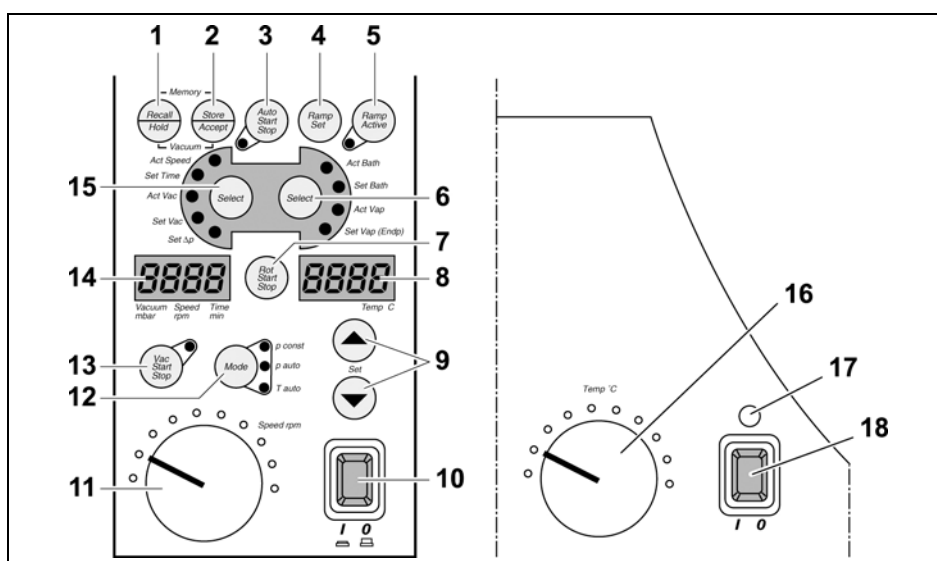

Figure 6-1 : Panneau de commande de l'appareil de base / du bain chauffant
- ✓ L'évaporateur rotatif est prêt à fonctionner et mis sous tension au niveau du commutateur secteur de l'appareil de base (Figure 6-1 (10)).
Pour des températures théoriques supérieures à 100 °C, l'écran (Figure 6-1 (8)) affiche « **OIL** » pendant une seconde.
1. Mettre le bain chauffant sous tension en appuyant sur le commutateur secteur correspondant (Figure 6-1 (18)).
Le commutateur secteur du bain chauffant (Figure 6-1 (18)) s'allume en vert.
2. À l'aide du bouton rotatif du bain chauffant (Figure 6-1 (16)), régler la température d'au moins 20 °C au-dessus de la température théorique.
3. Appuyer sur la touche **Select** (Figure 6-1 (6)) jusqu'à ce que la DEL **Set Bath** s'allume.
4. Régler la valeur théorique à l'aide des touches flèche (Figure 6-1 (9)).
L'écran (Figure 6-1 (8)) affiche la température théorique. Après 5 secondes, l'écran affiche la valeur réelle actuelle et la DEL **Act Bath** s'allume.
Le témoin de contrôle jaune clignotant (Figure 6-1 (17)) situé au-dessus du commutateur secteur (Figure 6-1 (18)) indique que le bain chauffant se trouve en phase de chauffage.
→ Appuyer sur la touche **Select** (Figure 6-1 (6)) jusqu'à ce que la DEL **Act Vap** s'allume.
La température d'ébullition s'affiche à l'écran (Figure 6-1 (8)).
→ Appuyer sur la touche **Vac Start Stop** (Figure 6-1 (13)).
La DEL située à côté de la touche **Vac Start Stop** (Figure 6-1 (13)) s'allume à la mise sous tension.
Appuyer une nouvelle fois sur la touche **Vac Start Stop** (Figure 6-1 (13)) pour que l'appareil arrête le réglage du vide.
Sur le ROTAVAC vario control, le réglage d'une valeur pour Δp est superflu. L'écran (Figure 6-1 (14)) affiche pour **Set Δp** : ----. Le réglage du vide est fonction de la vitesse de rotation de la pompe.
1. Appuyer sur la touche **Mode** (Figure 6-1 (12)) jusqu'à ce que la DEL **Mode p const** s'allume.
2. Appuyer sur la touche **Select** (Figure 6-1 (15)) jusqu'à ce que la DEL **Set Vac** s'allume.
3. À l'aide des touches flèche (Figure 6-1 (9)), régler le vide théorique souhaité.
La valeur de vide théorique s'affiche à l'écran (Figure 6-1 (14)).
4. Appuyer sur la touche **Select** (Figure 6-1 (15)) jusqu'à ce que la DEL **Set Δp** s'allume.
5. À l'aide des touches flèche (Figure 6-1 (9)), régler la différence de commutation (hystérésis) Δp .
1. Appuyer sur la touche **Mode** (Figure 6-1 (12)) jusqu'à ce que la DEL **Mode T auto** s'allume.
2. Appuyer sur la touche **Select** (Figure 6-1 (6)) jusqu'à ce que la DEL **Act Vap** s'allume.
4. Appuyer sur la touche **Select** (Figure 6-1 (6)) jusqu'à ce que la DEL **Set Vap** s'allume.
5. À l'aide des touches flèche (Figure 6-1 (9)), régler la température théorique.
La température théorique s'affiche à l'écran (Figure 6-1 (8)).
Après un délai de cinq secondes, **Endp** apparaît à l'écran (Figure 6-1 (14)).
6. À l'aide des touches flèche (Figure 6-1 (9)), régler la pression finale souhaitée après l'interruption de la distillation.
La pression finale définie s'affiche à l'écran (Figure 6-1 (8)).